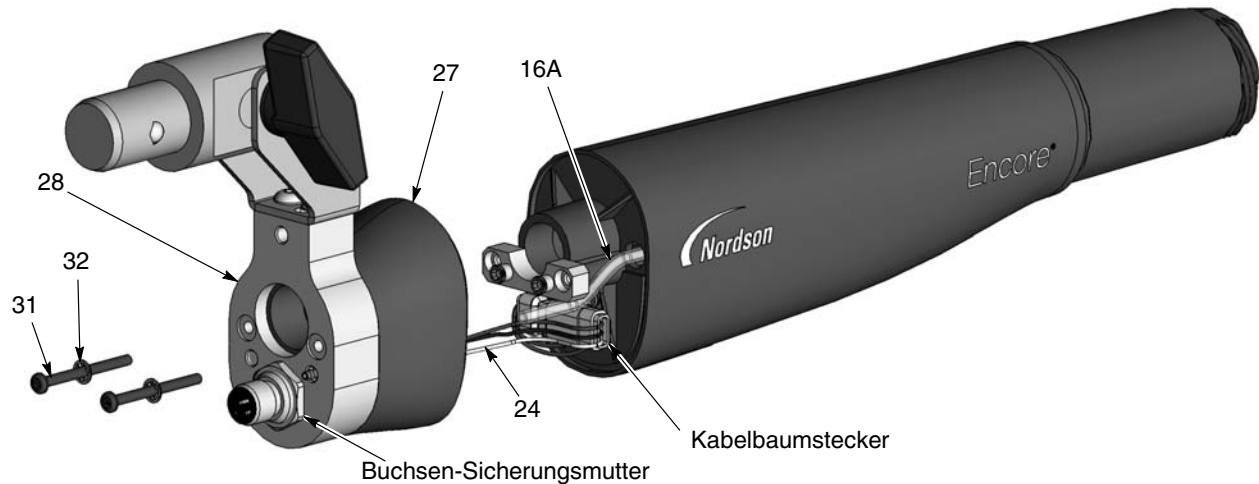

Abb. 7-2 Pistole zerlegen - Pulverrohr ersetzen
3. Siehe Abbildung 7-2. Die beiden Innensechskantschrauben (31) mit innenverzahnten Federscheiben (32) losschrauben bzw. entfernen und von der Abschlusskappe (28) abnehmen.
- c. Siehe Abbildung 7-2. Die Sicherungsmutter von der Buchse losschrauben, dann Buchse und Kabelbaum von der Abschlusskappe abnehmen.
17. Siehe Abbildung 7-2. Abschlusskappe und hintere Pistolengehäusebaugruppe am Pistolengehäuse installieren und darauf achten, die Kabeladern nicht zu quetschen.